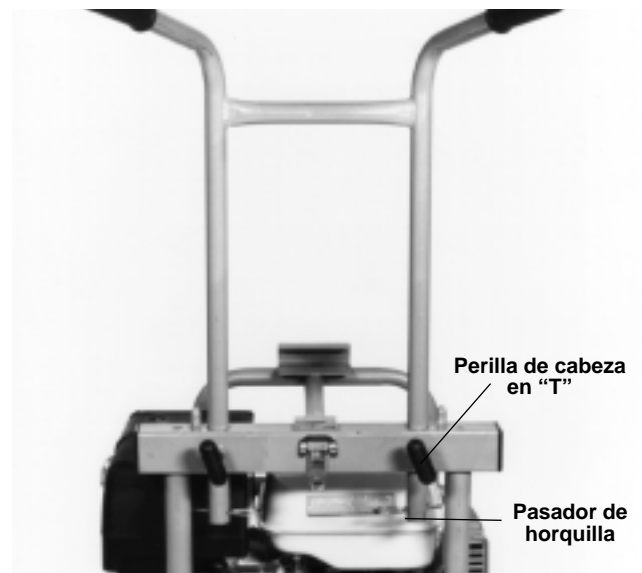

Figura 1 – Ensamblaje del mango
1. Meta el mango a través de los dos agujeros ubicados en la barra horizontal posterior de la unidad (*Figura 1*).